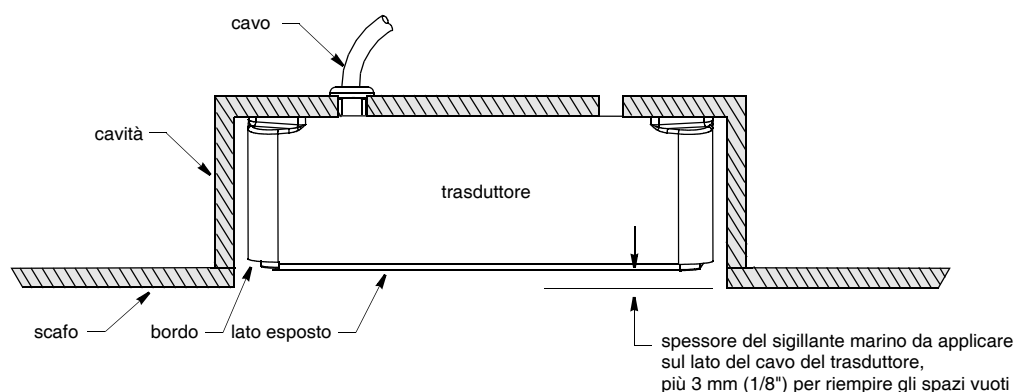

Figura 2. Montaggio a secco
3. Dall'esterno dello scafo, infilate il cavo del trasduttore attraverso il foro nella cavità di montaggio (Figura 2). Spingete il più possibile il trasduttore nella cavità.
1. Affinché il sigillante marino aderisca correttamente, carteggiate la zona dello scafo intorno al foro, all'interno e all'esterno. Sul trasduttore, carteggiate tutte le superfici che saranno a contatto con lo scafo. Carteggiate il bordo del trasduttore (Figura 2). *Non carteggiate il lato esposto.* Eliminate tutta la polvere utilizzando un panno antipolvere. *Evitate di utilizzare alcol sul trasduttore.*